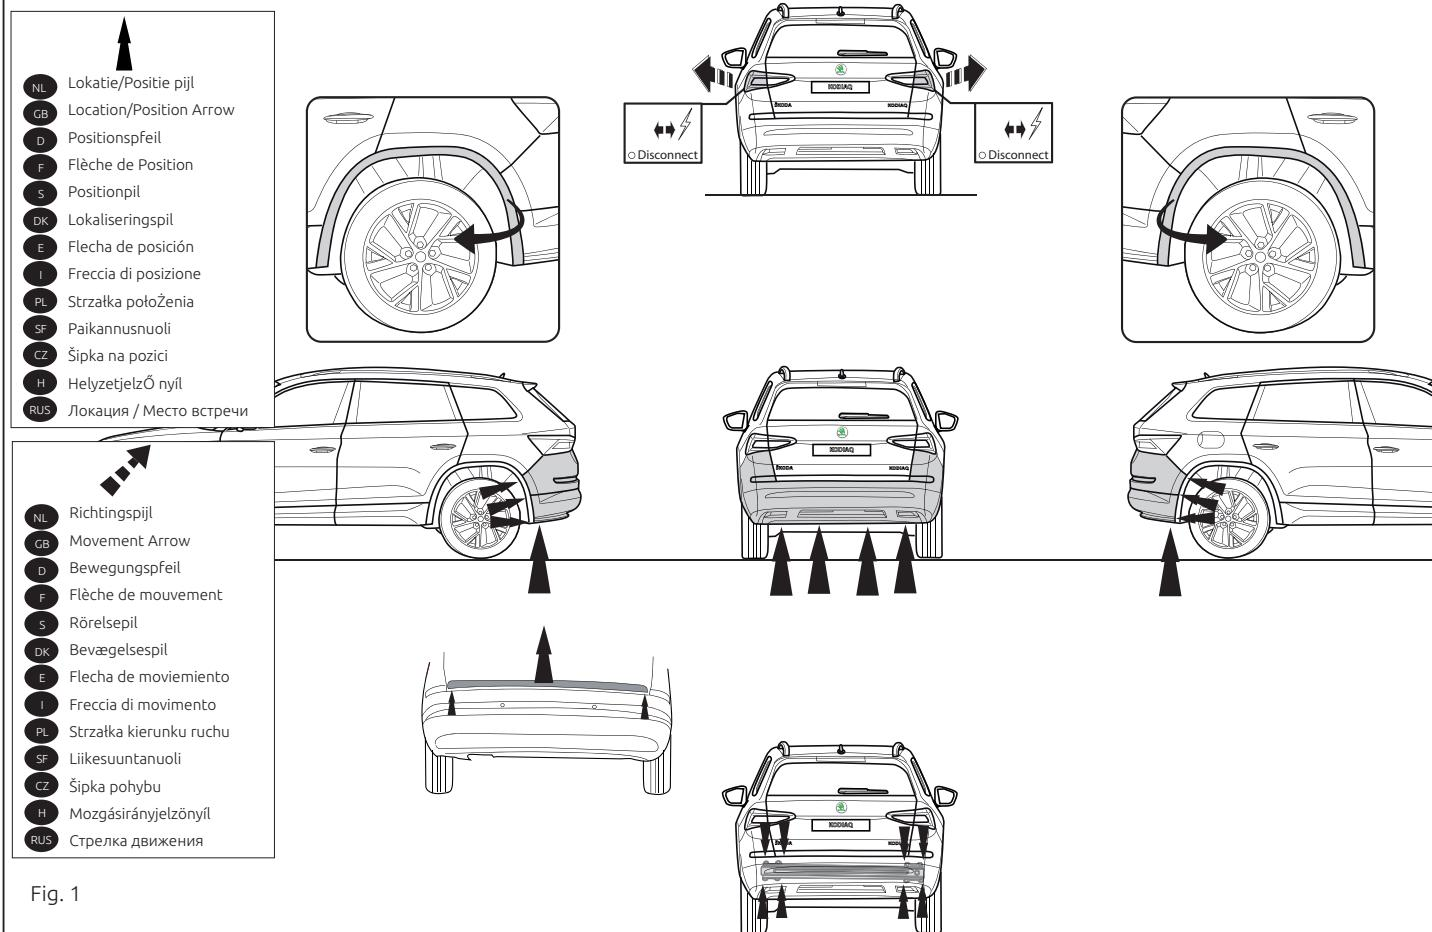

Fig. 1
- Снять оба блока задних фар. Снять бампер вместе со стальным буферным бруском автомобиля. Буферный брус больше не понадобится. См. рисунок 1.